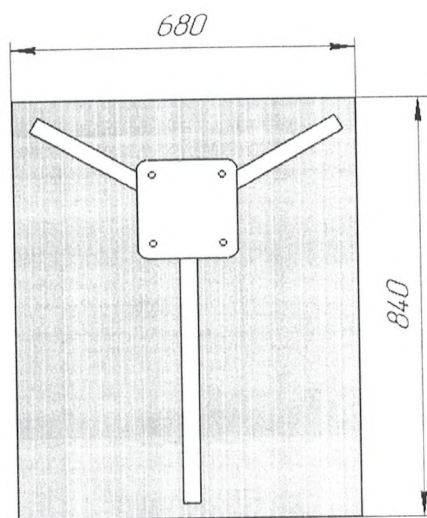

Рис.5 Схема фундамента
- разметить площадку (рис.5) и подготовить яму 840х680х500;